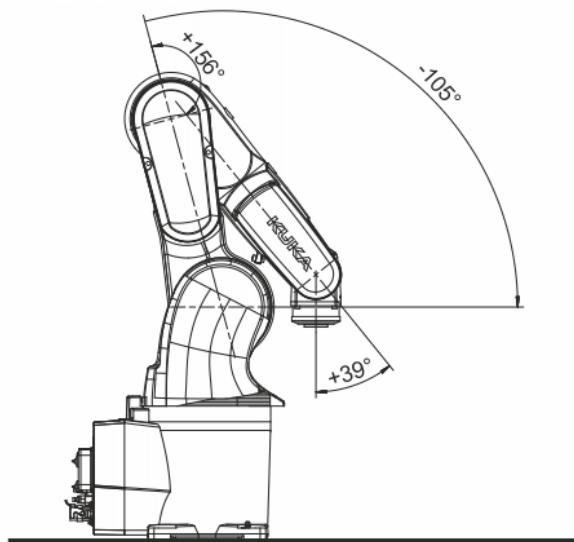

Abb. 11-9: Transportstellung
3. Roboter in Betrieb nehmen und in Transportstellung verfahren (>>> *Abb. 11-9*).